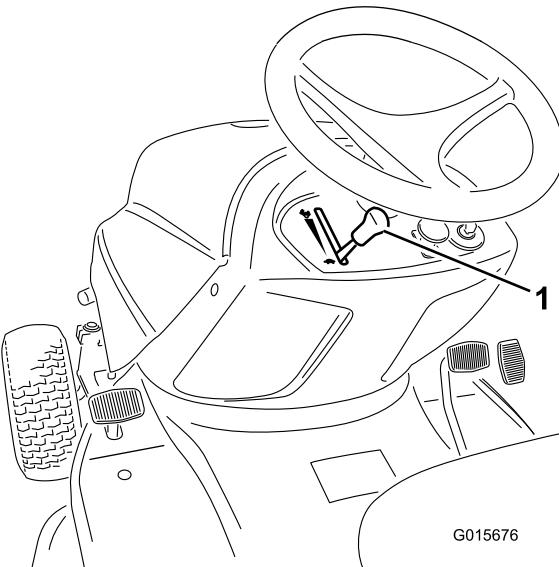

Figura 10
- Per avviare il motore a freddo spostate completamente in alto la leva di comando dell'acceleratore, in posizione Starter (Figura 10).
- Portate la leva di comando dell'acceleratore in posizione Slow (tartaruga) (Figura 10).
1. Portate la leva di comando dell'acceleratore in posizione Slow (tartaruga) (Figura 10).